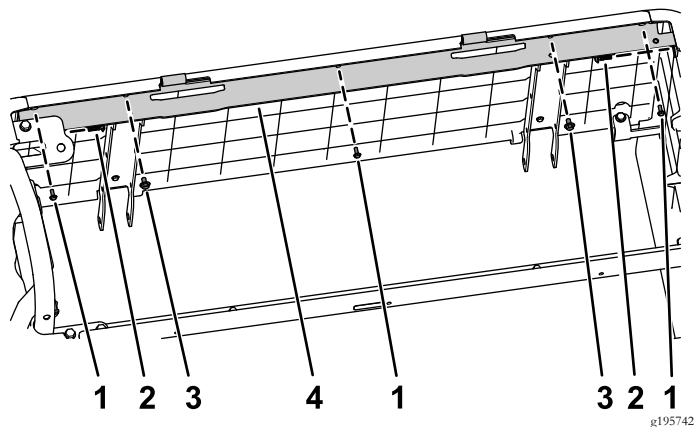

図 42
8. 座席サポートを取り付けるねじ#10 x 1/2 インチ3本、ボルトワッシャアセンブリ1/4 x 1/2 インチ2個、torx ヘッドねじ2本を使用する 図 42。